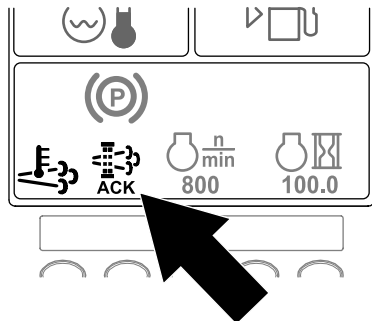

Bild 61
10. Im InfoCenter wird der Begrüßungsbildschirm angezeigt; das Symbol für die Bestätigung der Regenerierung (Bild 61) wird unten rechts auf dem Bildschirm angezeigt, wenn die Regenerierung ausgeführt wird.